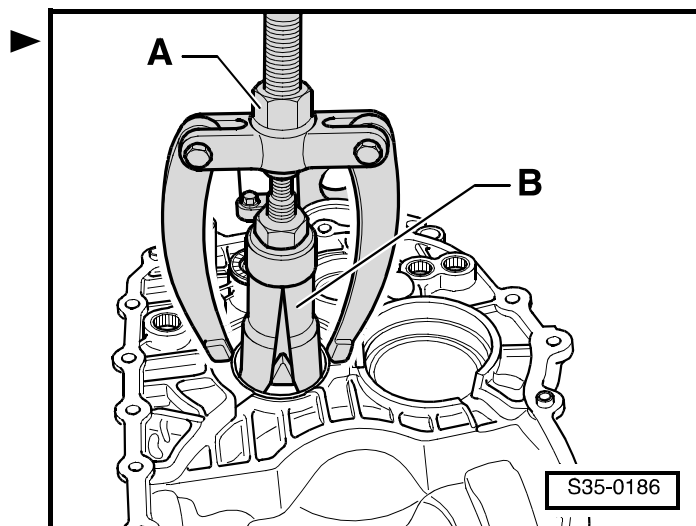

Рис. 2: Запрессовывание наружной обоймы конического роликоподшипника в картер сцепления
- запрессовывание ⇒ Рис. 2 в **35-3** страница 4